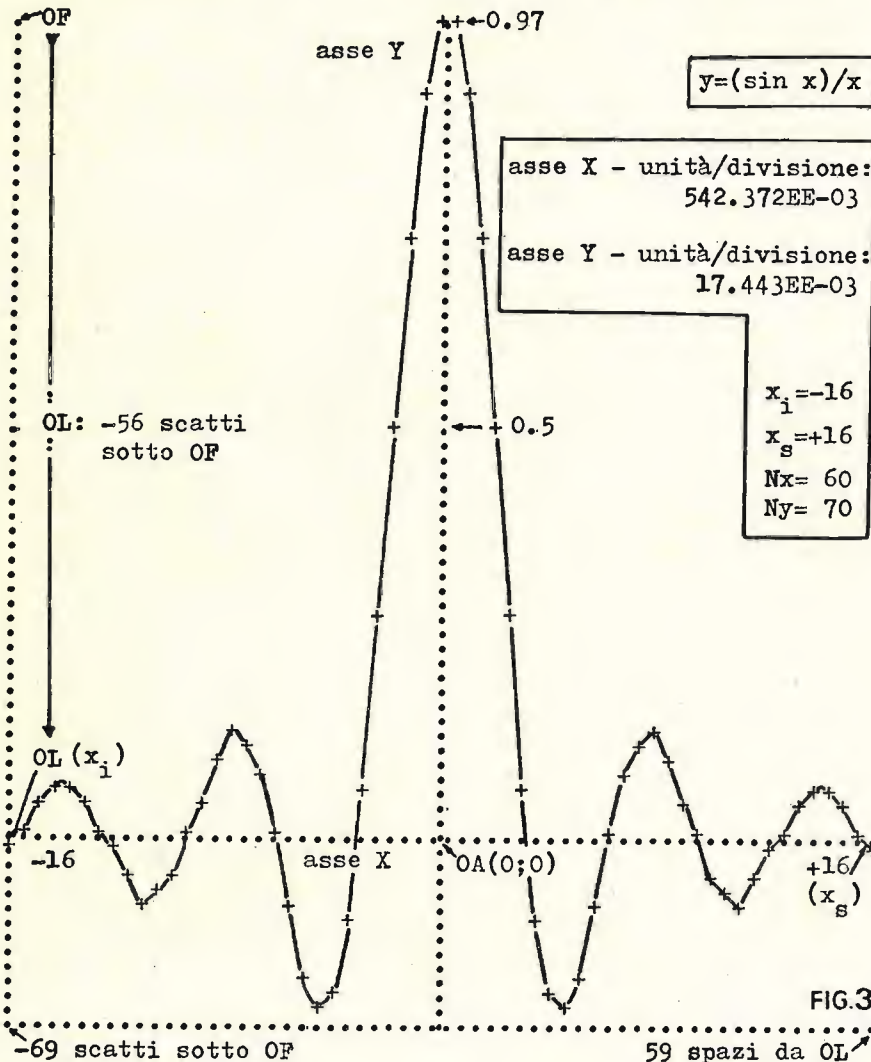

FIG.3
Ho scritto il programma per la calcolatrice TI-58, quindi va bene anche per la TI-59. Ecco qui sotto in fig.3 il grafico della funzione  $y=(\sin x)/x$ , e, di seguito, la procedura seguita.
**ORIGINE DEGLI ASSI OA(0;0)** - Nell'esempio di fig.3 OA si trova a metà del segmento di estremi  $x_1, x_s$  a causa dei valori che ho scelto per questi ultimi. In generale, quando  $x_1$  è negativo ma diverso, in modulo, da  $x_s$ , per trovare OA basterà trovare il numero n di divisioni occorrenti per arrivare su OA partendo da  $x_1$ , cioè:  $x_1 + n \cdot F_x = 0$ , da cui  $n = -(x_1 / F_x)$ ; n lo si potrà avere con la sequenza: **RCL 15** **÷** **RCL 12** **+/-** **=** **(n)** (display)